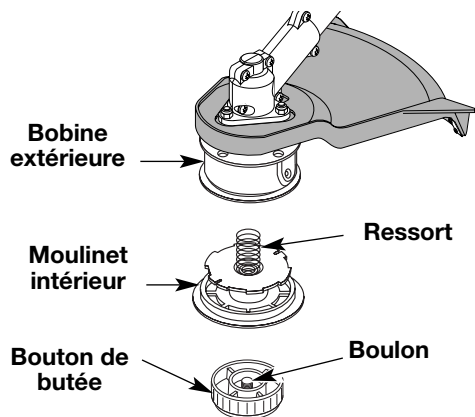

Fig. 12
1. Tenez la bobine extérieure d'une main et dévissez le bouton de butée vers à droite (Fig. 12). Inspectez le boulon à l'intérieur du bouton de butée pour vous assurer qu'il se déplace librement. Remplacez le bouton de butée s'il est endommagé.
2. Retirez le moulinet intérieur de la bobine extérieure (Fig. 12).
3. Retirez le ressort du moulinet (Fig. 12).
2. Retirez l'ancien moulinet intérieur de la bobine extérieure (Fig. 12).
3. Retirez le ressort de l'ancien moulinet intérieur (Fig. 12).